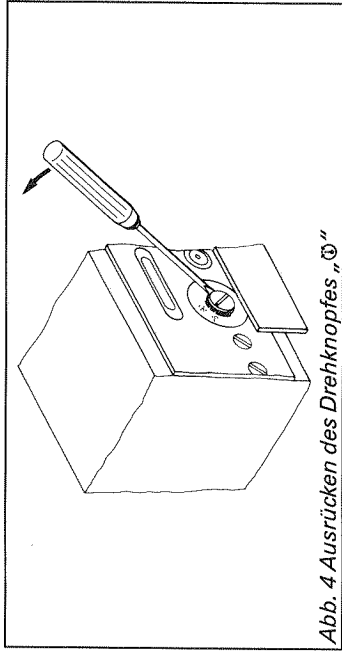

Abb. 4 Ausrücken des Drehknopfes „Ø“
1. Drehknopf „Ø“ hinter der Abdeckklappe mit einem entsprechenden Schraubendreher ausrücken (Abb. 4).